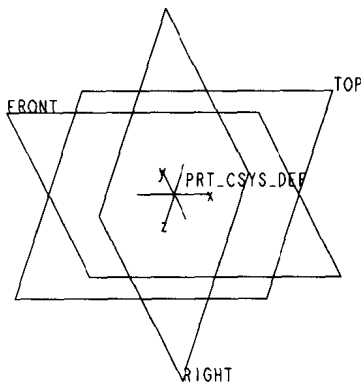

图1.1
1. 开始创建三维模型前先创建 3 个缺省的基准坐标系 (Datum coordinate system) PRT\_CSYS\_DEF 及基准平面 (Datum plane) RIGHT、TOP、FRONT, 如图 1.1 所示, 其作用如下: